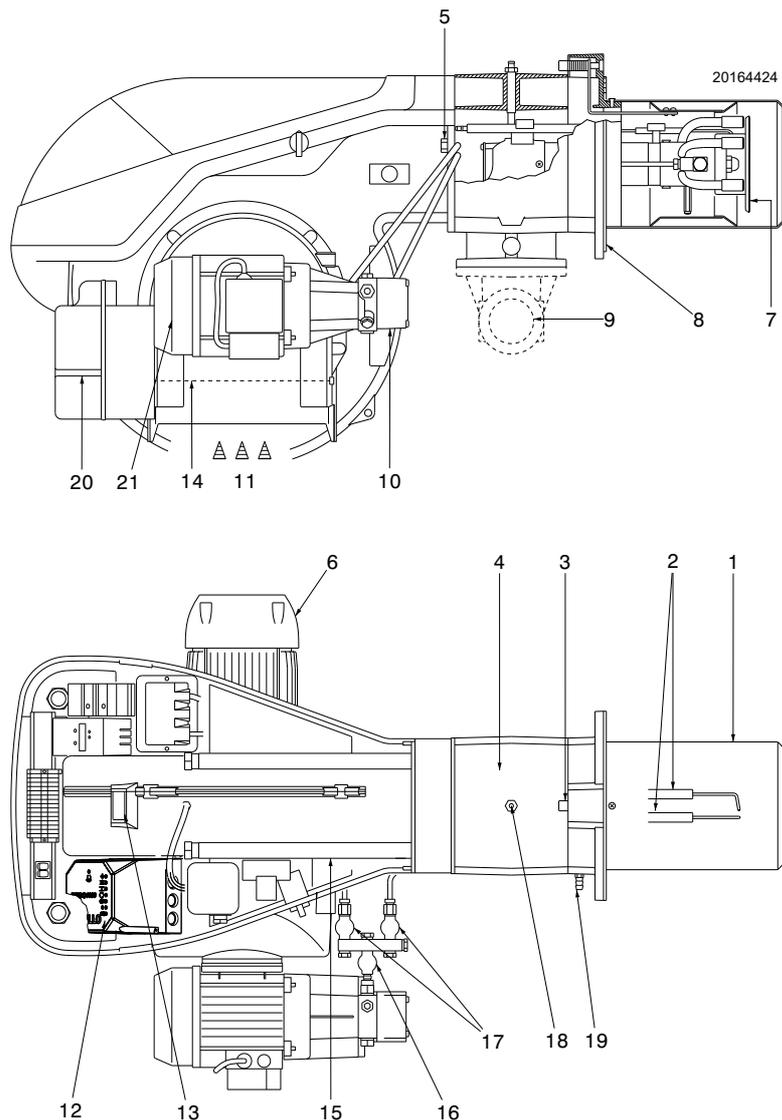

Fig. 4
- (1) Condizioni di riferimento: Temperatura ambiente 20°C - Temperatura gas 15°C - Pressione barometrica 1013 mbar - Altitudine 0 m s.l.m.
(2) Pressione alla presa 18)(Fig. 4 a pag. 12) con pressione zero in camera di combustione ed alla potenza massima del bruciatore.
(3) Pressione sonora misurata nel laboratorio combustione del costruttore, con bruciatore funzionante su caldaia di prova, alla potenza massima. La Potenza sonora è misurata col metodo "Free Field", previsto dalla Norma EN 15036, e secondo una accuratezza di misura "Accuracy: Category 3", come descritto dalla Norma EN ISO 3746.
(4) Boccaglio: corto-lungo
l'accensione del pulsante dell'apparecchiatura 12)(Fig. 4) avverte che il bruciatore è in blocco.